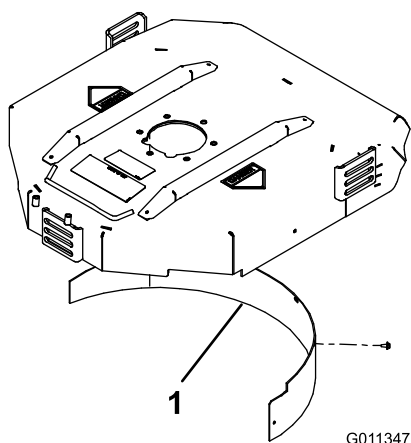

Figure 19
2. Montez le déflecteur de mulching dans l'ouverture arrière et fixez-le avec 5 boulons à embase (Figure 19).